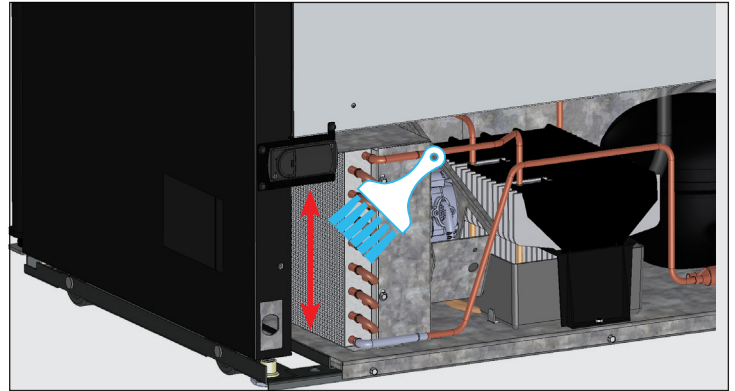

Fig. 2. Nunca pase el cepillo en perpendicular a las aletas del serpentín.
3. Con un cepillo de cerdas duras, limpie con cuidado la suciedad acumulada en las aletas del serpentín del condensador delantero. Véase la fig. 2.